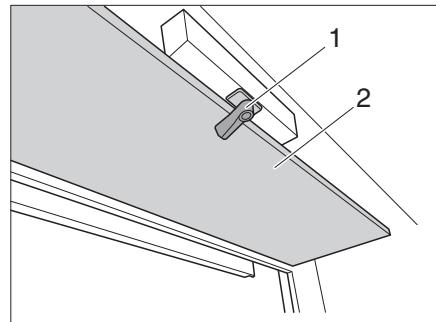

Fig. 154 Trampilla para manivela
- Soltar bloqueo (Fig. 154,1) y cerrar la trampilla (Fig. 154,2) hacia abajo. La manivela para el ajuste de altura se encuentra detrás de la trampilla.